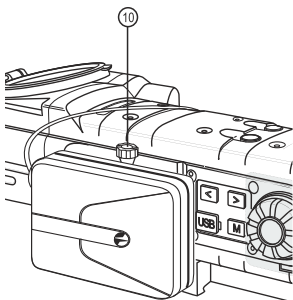

Рис. 2
- Подключите штекер (1) ИВП к разъему внешнего питания (5) ЦПНВ.
- Благодаря наличию крепления, EPS3 может быть установлен на планку Weaver ЦПНВ (см. рис. 2). На приборы, не оснащенные планкой Weaver, EPS3 можно установить с помощью переходника для штативного гнезда 1/4 дюйма.
- Затяните ручку крепления EPS3 (10).